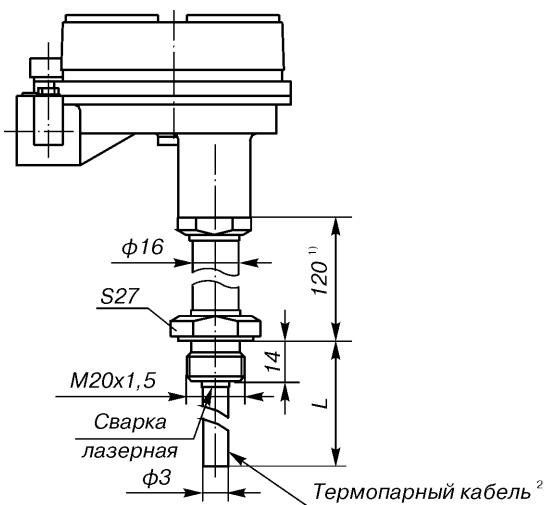

Рис.19 (ост.см.рис.16)
- 19** по рис.19 (только ТХАУ Метран-271, -Exia)